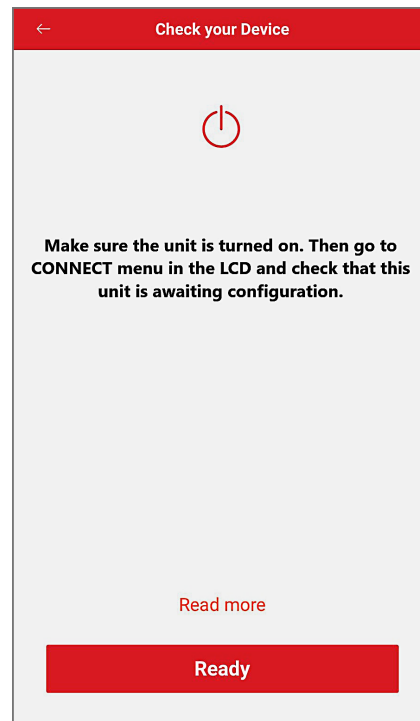

Figure 82. Écran de vérification
1. L'écran "Check your Device" s'affiche. Assurez-vous que l'appareil AVIA est sous tension et que le signal Wi-Fi est présent, puis appuyez sur le bouton "Ready". Voir **Figure 82**.